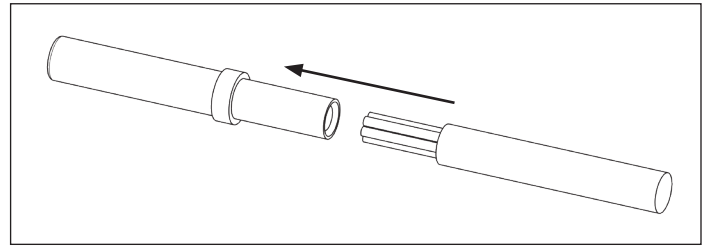

Figure 4 - Dénudage des câbles et sertissage des bornes
- Dénudez les câbles coupés. À l'aide d'un outil de sertissage approprié, sertissez les bornes fournies sur les câbles dénudés. Voir Figure 4.